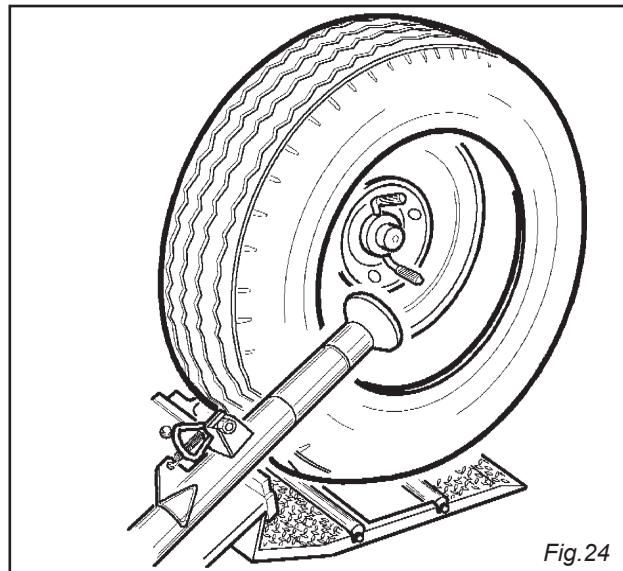

Fig. 24
- 7) Agendo sulle leve (3) (4) posizionare il rullo contro il secondo tallone del pneumatico e ruotare il pneumatico fino a portare la pinza nel punto più basso. Il primo tallone dovrebbe essere entrato. (Fig. 24)
- 7) By means of levers (3) and (4) position the roller against the second tyre bead and turn the tyre until the pliers is in its lowest point. First bead should be set in position (fig.24)
- 7) En actionnant les leviers (3) et (4) positionner le rouleau contre le deuxième talon du pneu et tourner le pneu jusqu'à ce que la pince se trouve dans le point le plus bas. Le premier talon doit être rentré (fig. 24)
- 7) Hebel (3) (4) betätigen, um Rollenwerkzeug an den zweiten Reifenwulst zu rücken. Den Reifen drehen lassen, bis wann sich die Zange in niedrigstem Punkt befindet. Erster Wulst soll in Stellung getreten sein (Abb.24)